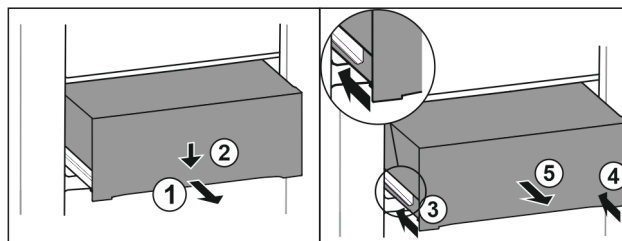

Fig. 78
- Izvucite ladicu na pola. Fig. 78 (1)
- Pritisnite ladicu naprijed prema dolje. Fig. 78 (2)
- Gurnite lijevu vodilicu za oko 2 cm. Fig. 78 (3)
- Gurnite desnu vodilicu za oko 2 cm. Fig. 78 (4)
- Izvadite ladicu prema naprijed. Fig. 78 (5)